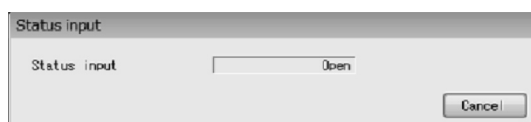

図139
- ① メニューの「Diag/Service(T)」をクリックし、「Loop Test」のドロップダウンリストの中から「Fix Status input」を選び再度クリックします。
- ② 図139のようなウィンドウが現れ、ステータス入力の現在の状態「Short」または「Open」を表示します。状態を確認したら、「Cancel」 ボタンをクリックし、「Fix Status input」を終了して下さい。